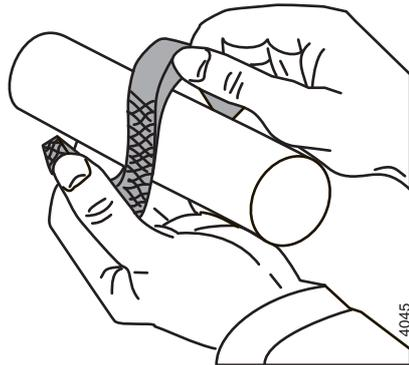

Рисунок 20: Сгибание набивочных колец, раскрываемых в осевом направлении
- 1 Установите 5 набивочных колец. Установите набивочные кольца со смещением открытых сторон. Набивочные кольца можно изгибать лишь раскрывая в осевом направлении, см. рисунок 20.